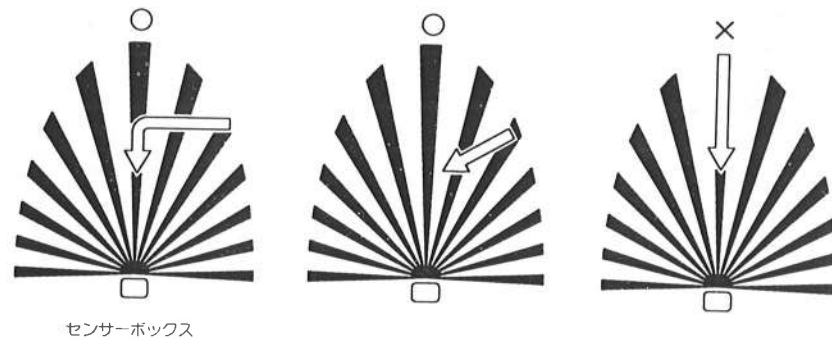

図7
- センサーを取り付けるときは、センサーの光線を横切るように取り付けるのが効率的です。下図を参考にして下さい。（図7参照）